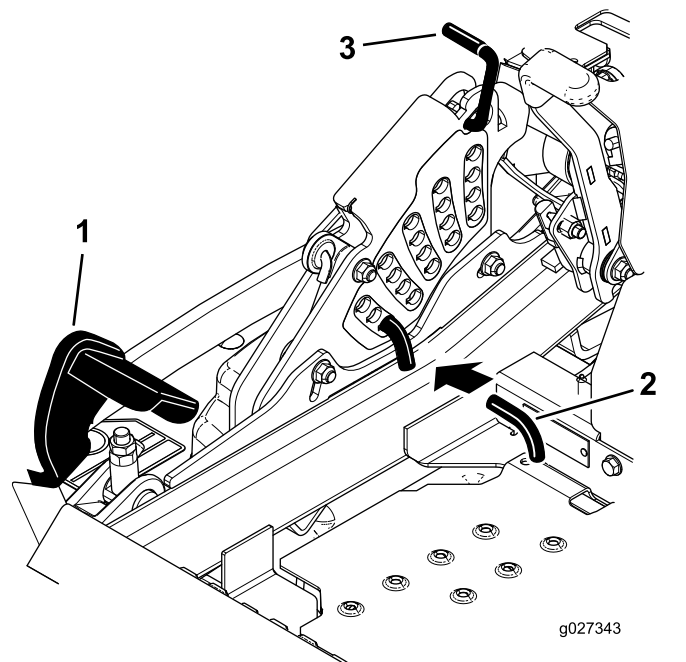

Figure 98
5. Enfoncez la pédale de levage du tablier de coupe au maximum pour verrouiller le tablier à la position transport de 14 cm (5½ po) (Figure 98).